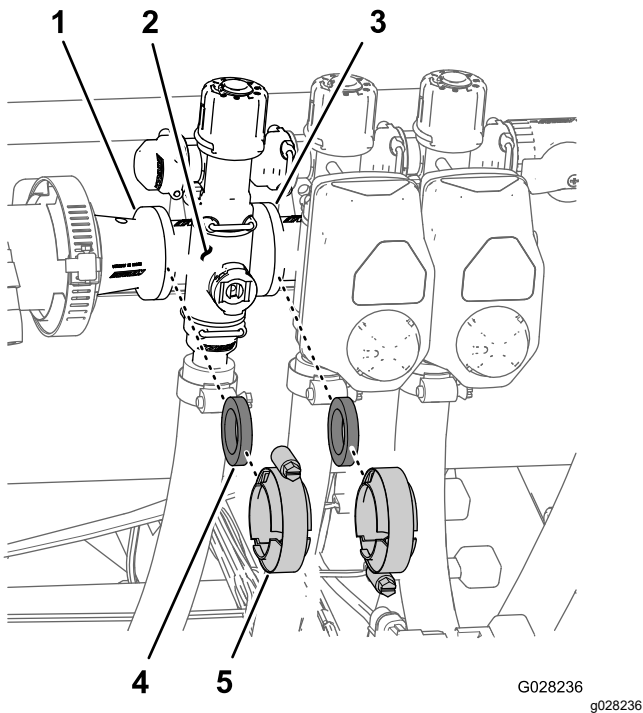

Figura 73
1. Retire as braçadeiras e as juntas que fixam o coletor para válvula de secção (**Figura 73**) à válvula de secção adjacente (se válvula de secção esquerda e acoplador de redução).